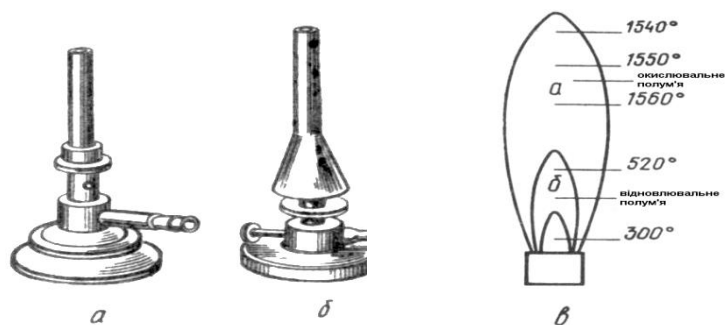

Рис.14. Газові пальники Бунзена (а), Теклю (б) та зони температур полум'я (в)
*Газові пальники* відносяться до лабораторного обладнання. Їх випускають двох типів: Бунзена (рис.14, а) і Теклю (рис.14, б). Газові пальники утворюють як кіптяве (“холодне”), так і не кіптяве полум'я, що не світиться (“гаряче”). Подається газ через боковий вивід після відкриття газового крану. В нижній частині пальників є отвори для подачі повітря, які оснащені гвинтами